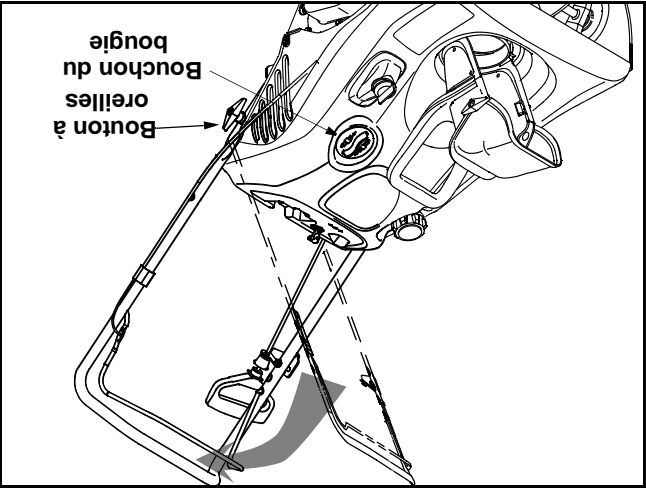

Figure 1
- Desserrez le bouton de chaque côté du guidon. Enlevez toute garniture d'expédition éventuelle. Relevez le guidon supérieur dans la direction indiquée à la Figure 1 jusqu'à ce qu'il s'emboîte à la position de travail. Faites attention de ne pas pincer le câble.